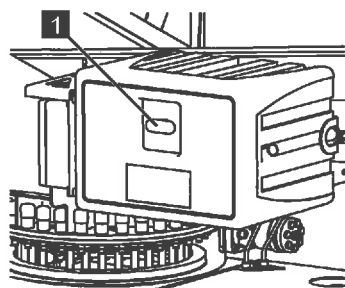

Abb. 198
1. Abdeckkappe von der Verriegelung (Abb.198/1) abziehen.
2. Mit dem Schlüssel für die Staubox das Schloss (Abb.198/1) im Uhrzeigersinn öffnen.